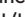

Abb. 240
In der Liste der Verkehrsmeldungen sowie in der Karte erfolgt die Anzeige von maximal 6 Meldungen, die mit einem Buchstaben und dem Symbol einer Verkehrsbehinderung versehen sind (bspw. , , )  » Abb. 240.
Auf der Position  » Abb. 240 können die folgenden Symbole eingeblendet werden.
- ▶ **Es erfolgt eine Zielführung** - nach Antippen der Funktionsfläche  » Abb. 240 sind im angezeigten Menü durch Antippen der Funktionsfläche **Alle Bereiche** alle Verkehrsmeldungen, **oder** durch Antippen der Funktionsfläche **Route**, nur die auf der Route vorhandenen Verkehrsmeldungen auswählbar.